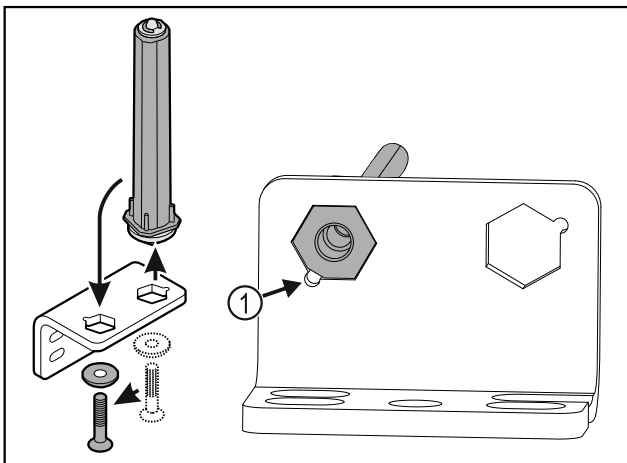

Fig. 38
- ▶ Observar que, al colocar, el bisel del perno Fig. 38 (1) apunte hacia el agujero redondo.